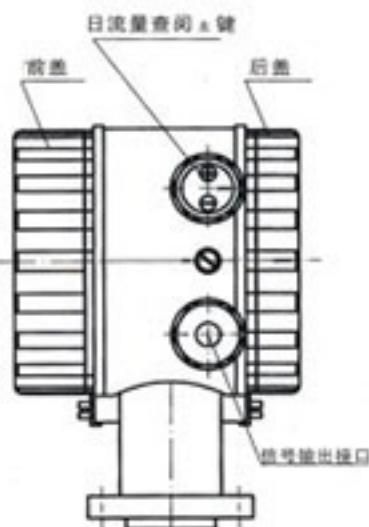
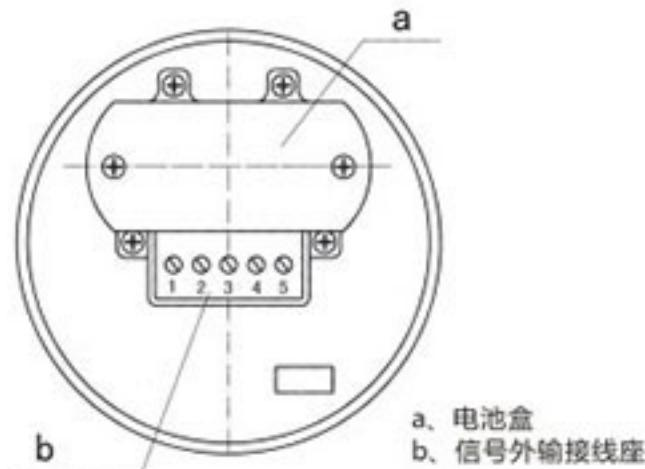
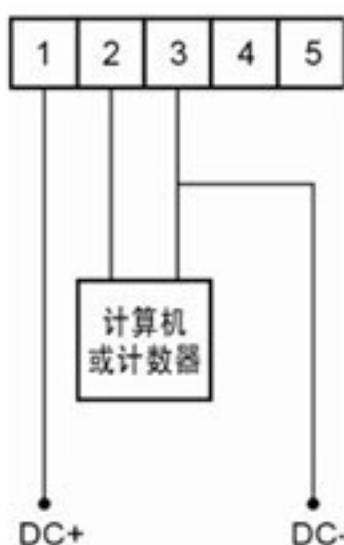

图10 仪表头侧面视图
图13 电池盒及接线座
图14 脉冲信号输出接线
7.8 更换电池 仪表头外形见图10、11所示。当仪表头上液晶显示屏的显示色度明显变淡或内置电源电压低于2.8V时，应及时更换四节5号碱性电池。更换电池需要打开仪表头的后盖，并卸下电池盒盖板（见图13序号a），取出旧电池，应马上将新电池按正、负极标记正确装入。
7.9 信号外输 当需要信号外输时，也要打开仪表头的后盖，打开后可见到图13序号b所示的接线座上的5个接线端子，请选用6mm线径信号屏蔽从仪表头侧面上的信号输入接口处穿进，然后根据信号种类的要求，按照图14、15、16的接线方法接好线。接线完成后，还要拧紧信号输入接口处的螺套和后盖。信号外输电路工作时需要外部供给直流电源。
7.11 日流量的查阅 在表头的侧面上方设有日流量查阅“+”和“-”按键，见图10所示，当用手指头按一下“+”键，仪表头上的显示屏就会从“总流量显示页面”转换为“日流量显示页面”见图17所示。第一个出现的日流量数值是当天从0:00时间开始至当前时间的日流量值，如果要查阅昨天及以前的历史日流量，可继续按动“-”键进行搜索。若持续按住“-”键不松，还能提高搜索速度。日流量查询完毕后，稍待片刻显示屏将自行恢复到“总流量显示页面”。